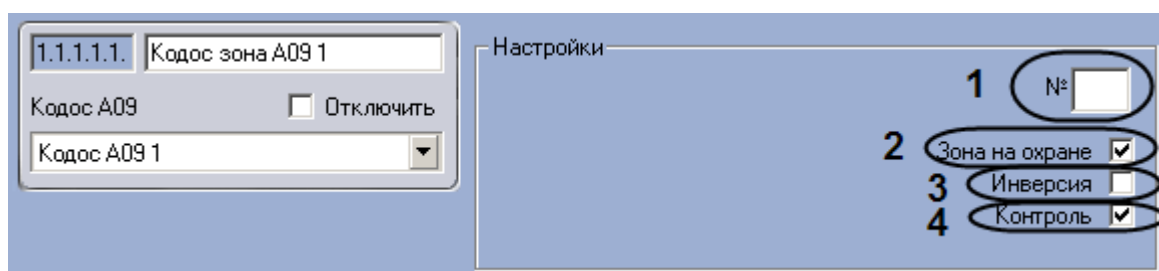

Рис. 3.6—21 Настройка извещателя адресного блока Кодос А-09
2. Ввести в поле **№** аппаратный адрес подключения извещателя (см. Рис. 3.6—21, 1).
3. Если соответствующая извещателю зона находится на охране, необходимо установить флажок **Зона на охране** (см. Рис. 3.6—21, 2).